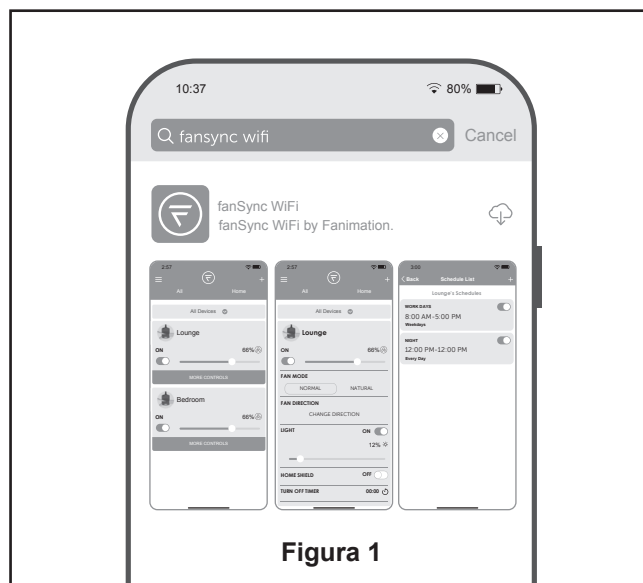

Figura 1
1. Instalación de la placa de la pared: (Figura 1)
- ☐ 1. Visite el App Store de Apple o el Play Store de Google para descargarse la App gratuita fanSync WiFi. (Figura 1)